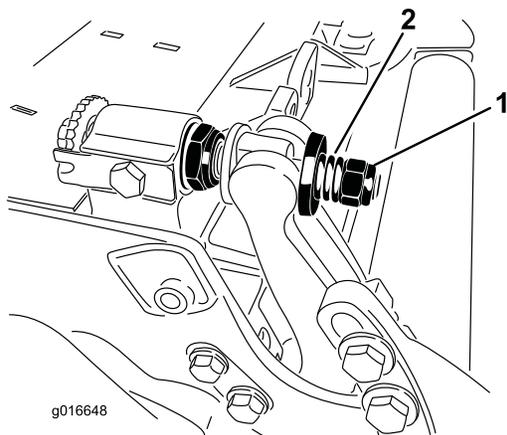

Figura 34
- Serrate il dado di tensione della molla finché la molla non si schiaccia, quindi allentate di 1/2 giro (Figura 34).